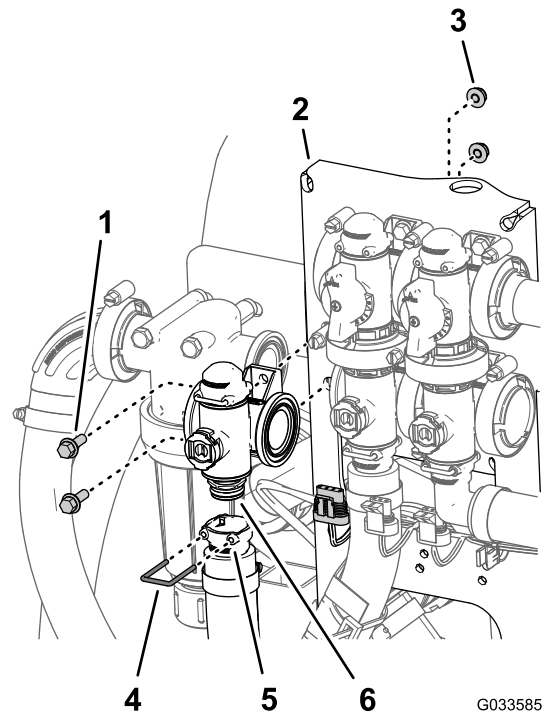

Figure 114
- Retirez l'étrier qui fixe le raccord de sortie à l'accouplement du collecteur du régulateur de débit (Figure 114).
- Retirez les 2 boulons à embase ($\frac{1}{4}$ " x $\frac{3}{4}$ ") et les 2 contre-écrous à embase ($\frac{1}{4}$ ") qui fixent le régulateur de débit au support, puis déposez le collecteur de la machine (Figure 114).